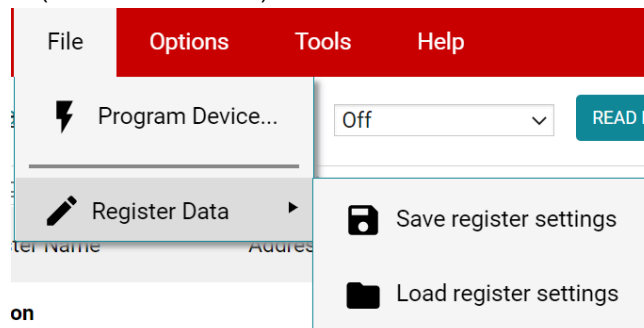

图 4-12. 保存和加载寄存器设置
- 为了方便起见，可以将寄存器设置保存起来，之后再载入任何具有相同寄存器映射的器件。要执行此操作，请转到 **File > Register Data**。（请参阅图 4-12。）